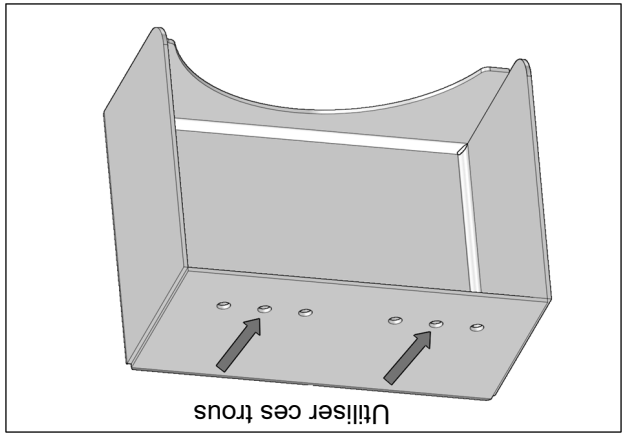

Fig. 14
14. Utiliser les deux trous centraux indiqués par les flèches à la Fig. 14